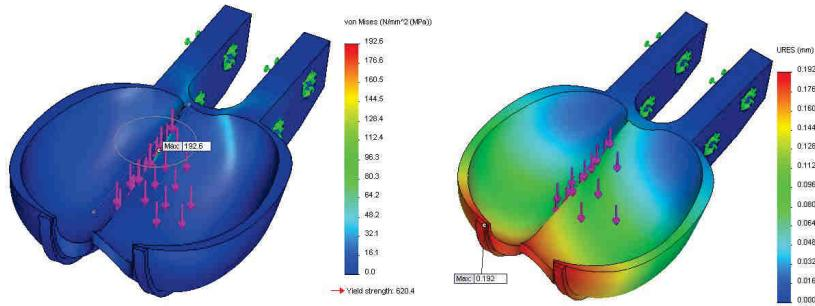

Fig. 3.48
- Rezultatele sunt prezentate în fig. 3.48 și fig. 3.49.
- The results are presented in the fig. 3.48 and fig. 3.49.